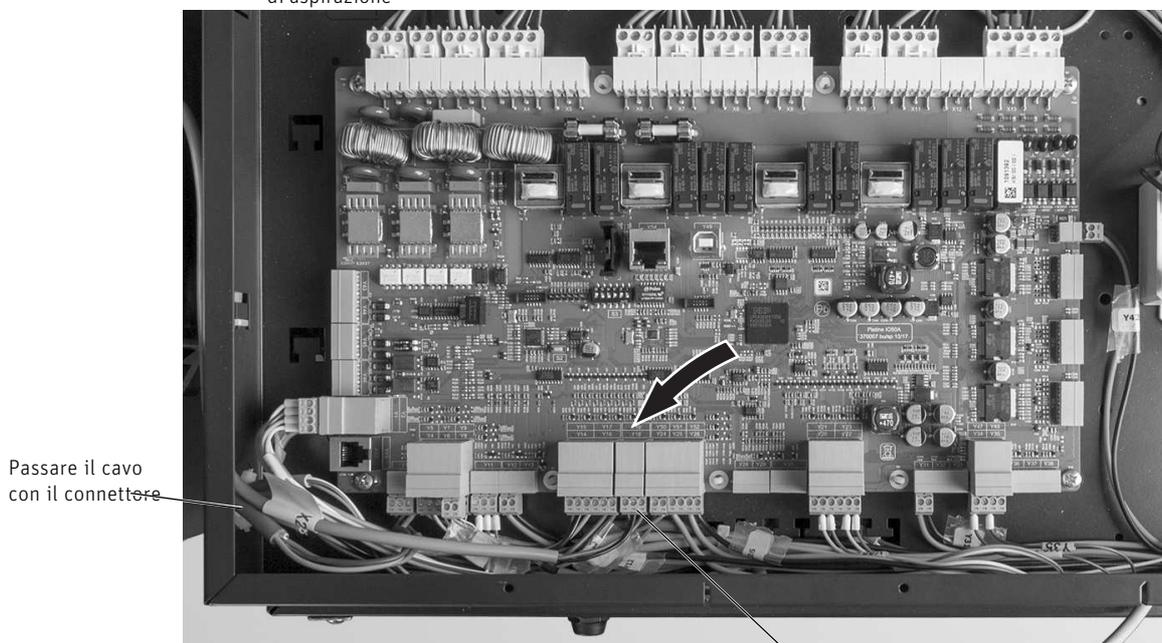

Fig. 49 Inserire l'interruttore di prossimità (connettore Y18)
- Portare il cavo dell'interruttore di prossimità superiore della stiva con il connettore al quadro di comando e inserirlo nel connettore Y18 – Fig. 49.